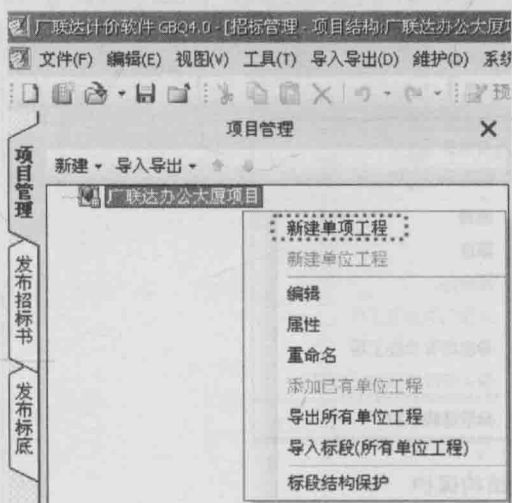

图 2.3 新建单项工程
③新建单项工程。在“广联达办公大厦项目”单击鼠标右键,选择“新建单项工程”,如图2.3所示。